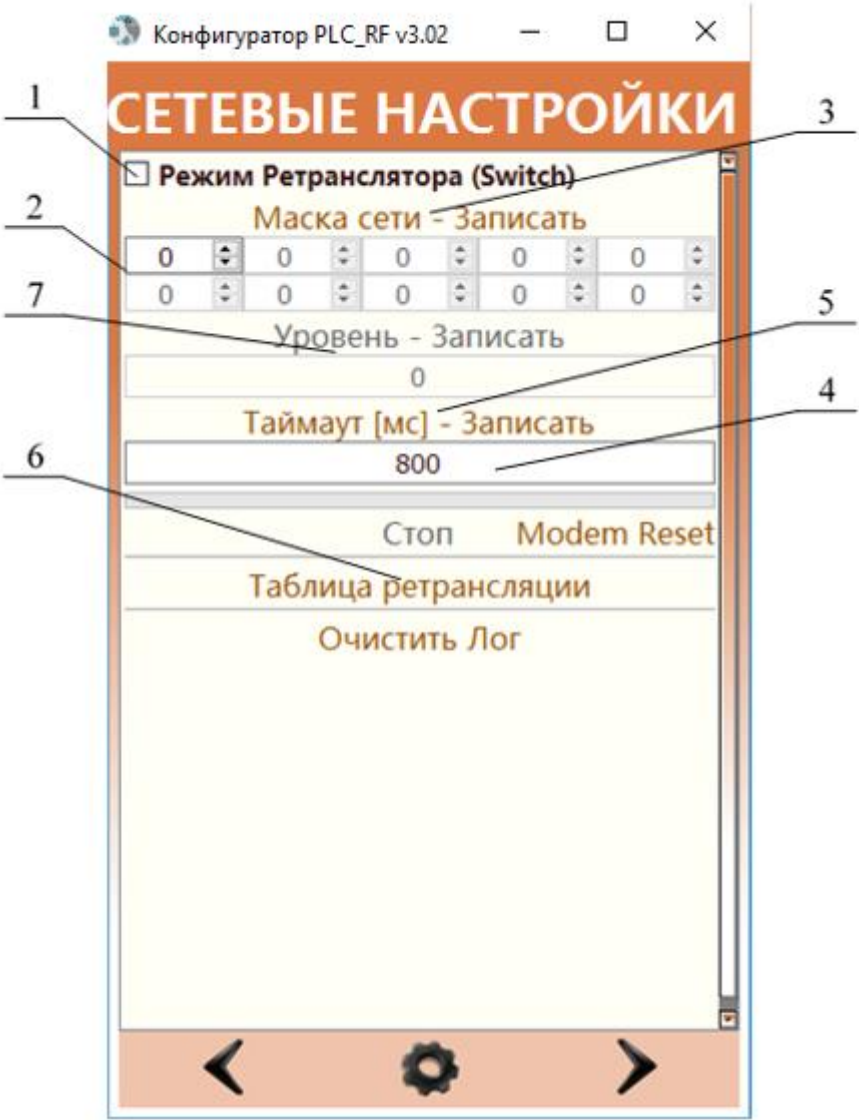
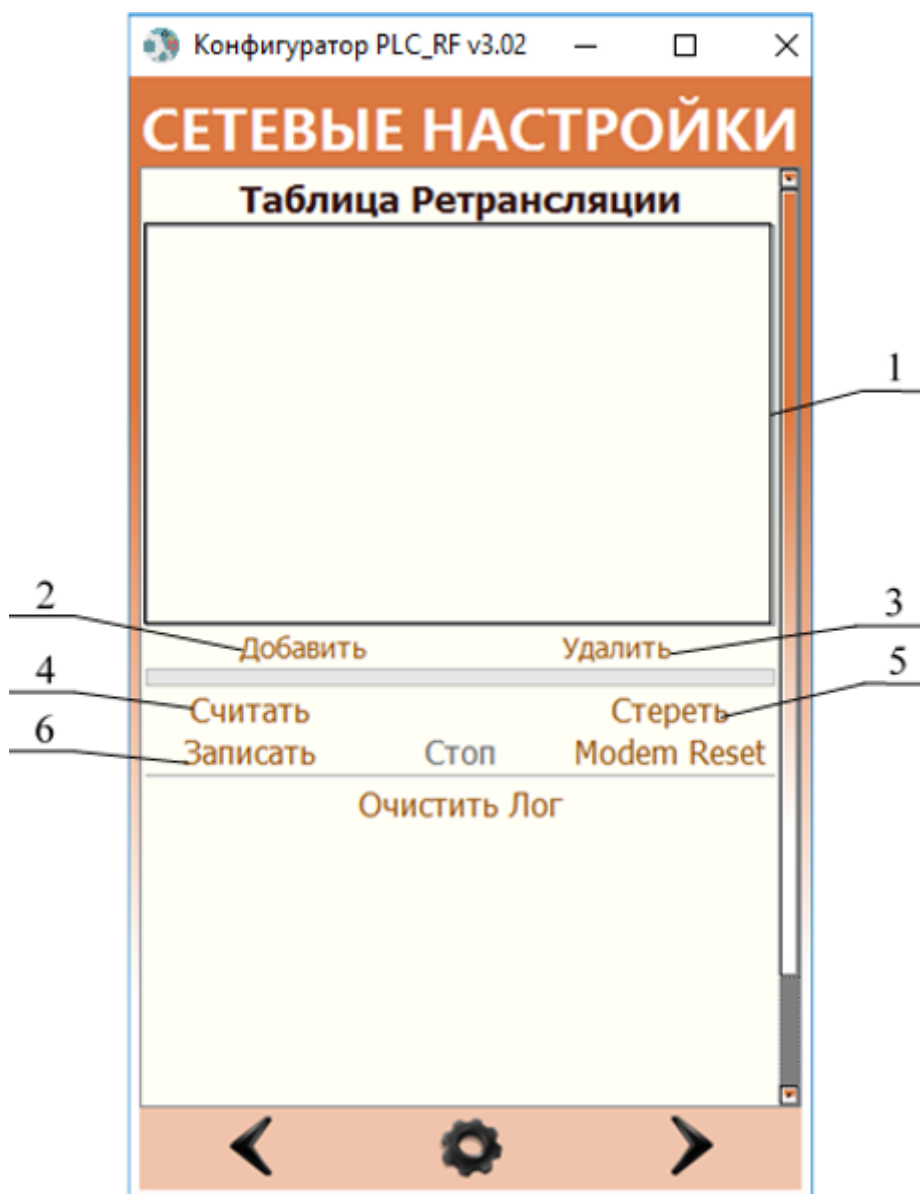

Рисунок 25 – Окно «Сетевые настройки» для модулей PLC и RF
Рисунок 26 – Вкладка «Таблица ретрансляции» в окне «Сетевые настройки» для модулей PLC и RF
Порядок действий в конфигураторе при выполнении сетевых настроек для модулей PLC и RF в составе счетчиков аналогичен и выполняется в окне «Сетевые настройки» для модулей PLC и RF (рис. 25).
11.2 Перейти в окно «Сетевые настройки» для модулей PLC и RF (рис. 25) нажатием кнопки «Далее» (рис. 1 поз. 7) из окна «Подключение» (рис. 10).
Таблица 14 – Элементы окна «Сетевые настройки» для модулей PLC и RF и их функции (рис. 25)
- Включить/выключить режим ретрансляции установив/сняв галочку в поле «Режим ретранслятора (Switch)» (рис. 25 поз. 1).
- В полях ввода маски сети ретранслятора (рис. 25 поз. 2) ввести значения маски.
- Нажать кнопку «Маска сети - Записать» (рис. 25 поз. 5).
- В поле ввода таймаута (рис. 25 поз. 4) ввести цифровое значение таймаута;
- Нажать кнопку «Таймаут-записать» (рис. 25 поз. 5)
- Перейти во вкладку «Таблица ретрансляции» (рис. 26) нажав кнопку «Таблица ретрансляции» (рис. 25 поз. 6) в окне «Сетевые настройки» (рис. 25)
Таблица 15 – Элементы вкладки «Таблица ретрансляции» и их функции (рис. 26)
- Считать текущую таблицу ретрансляции устройства нажав кнопку «Считать» (рис. 26 поз. 4)
В результате считывания таблица ретрансляции устройства отобразится в поле «Таблица ретрансляции» (рис. 26 поз. 1). Если в таблице ретрансляции отсутствуют данные, то поле останется пустым.
Добавление ячеек в таблицу производится кнопкой «Добавить» (рис. 26 поз. 2)
Кнопка «Удалить» (рис. 26 поз. 3 удаляет из таблицы последнюю ячейку с данными.
Полное удаление таблицы ретрансляции с устройства производится нажатием кнопки «Стереть» (рис. 26 поз.5)
- Записать отредактированную таблицу ретрансляции в устройство, нажав кнопку «Записать» (рис. 26 поз. 6)
При успешной записи в поле таблицы ретрансляции (рис. 26 поз. 1) отобразятся данные новой таблицы, а в логе появится запись об ее успешной записи.